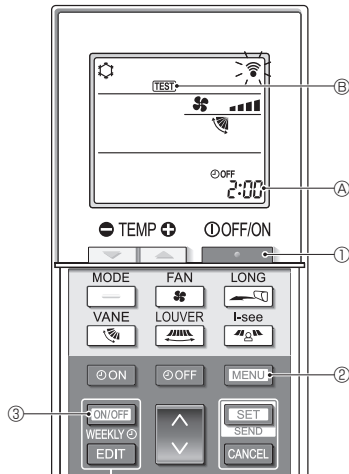

Fig. 7-4
■ Testlauf (Fig. 7-4)
- Drücken Sie die Taste **ON/OFF WEEKLY** ①, um die Klimaanlage anzuhalten.
- Wenn der Wochen-Timer aktiviert ist (**WEEKLY** eingeschaltet ist), drücken Sie die Taste **ON/OFF WEEKLY** ③, um ihn zu deaktivieren (**WEEKLY** ist ausgeschaltet).
- Drücken Sie die Taste **MENU** ② 5 Sekunden lang.
- Drücken Sie die Taste **MENU** ②.
- TEST** ③ leuchtet auf und das Gerät tritt in den Testlaufmodus ein.